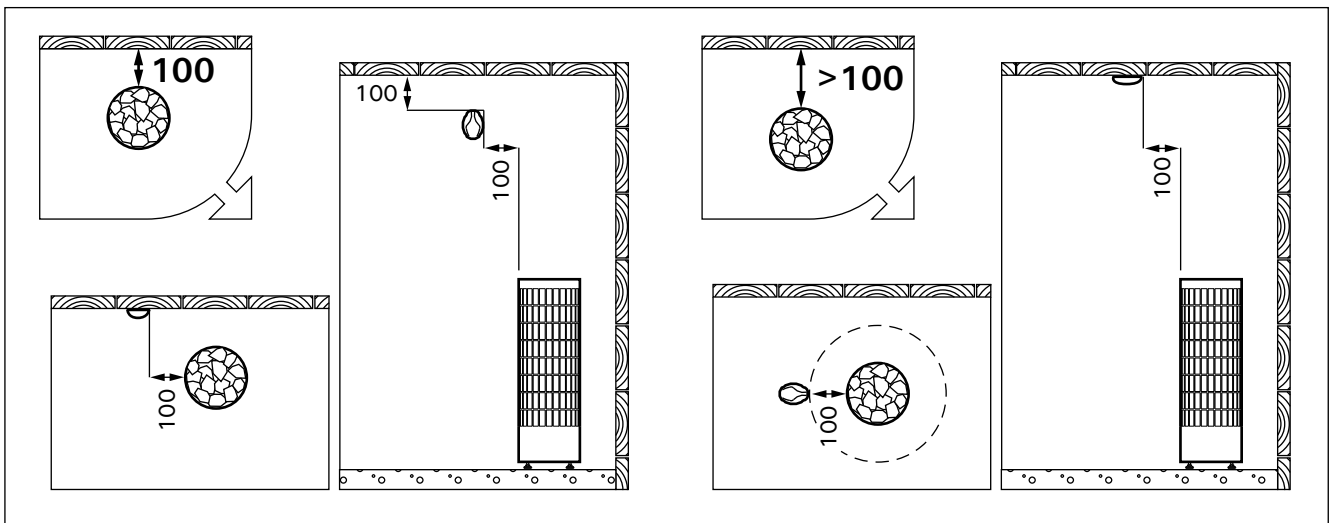

Рисунок 8. Установка датчиков (РС-Е) (все размеры приведены в миллиметрах)
- Установите датчик (WX248) на стену сауны, как показано на рис. 8. При установке каменки от стены далее, чем 100 мм, датчик должен быть установлен на потолок.